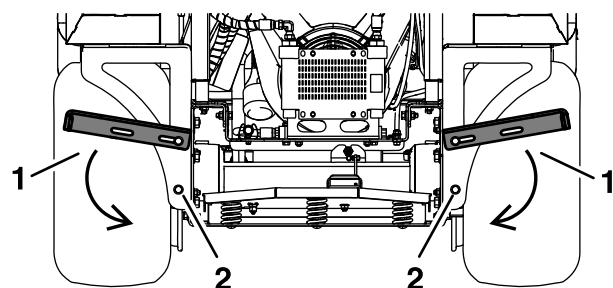

Figure 4
1. Retirez les boulons inférieurs et desserrez les boulons supérieurs pour permettre aux supports de pivoter vers le bas à la position correcte (Figure 4).
2. Insérez les boulons inférieurs dans le support et le cadre, et serrez les 4 boulons (Figure 4).